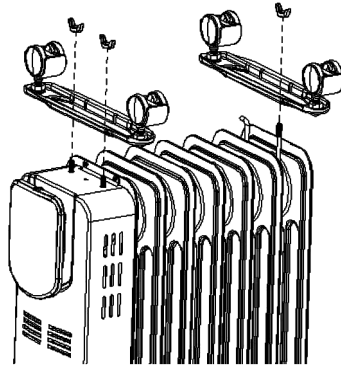

Figura 2 Diagrama de instalación de placas de ruedecitas
- (1) Ponga el calentador al revés, y monte las placas de ruedecitas a su posición, con las tuercas de mariposa y accesorios de tornillos en U, como se muestra en la Figura 2;
- (2) Luego coloque el calentador en posición correcta.